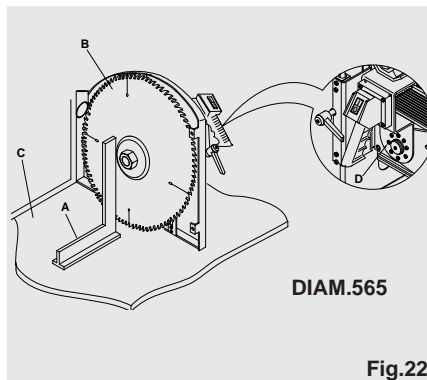

Fig.22
Abrir la protección como descrito en el párrafo 2-8, con la hoja montada verificar con una escuadra (A) que la hoja (B) esté perfectamente perpendicular al plano (C) (ver fig. 22). Si no se encontrara en esta condición aflojar los tornillos (D) utilizando